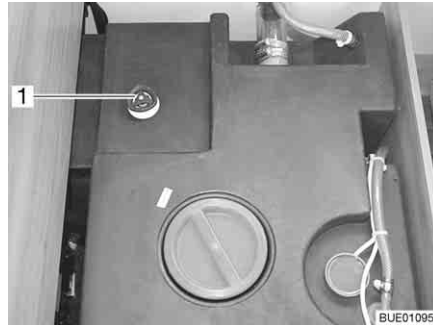

Fig. 143 Réservoir d'eau avec poignée tournante
- Faire tourner à fond dans le sens des aiguilles d'une montre la poignée tournante (Fig. 143,1) située sur le réservoir d'eau.
- Faire tourner la poignée tournante (Fig. 143,1) située sur le réservoir d'eau dans le sens inverse des aiguilles d'une montre jusqu'à ressentir une résistance. L'eau s'écoule, 50 litres restent.